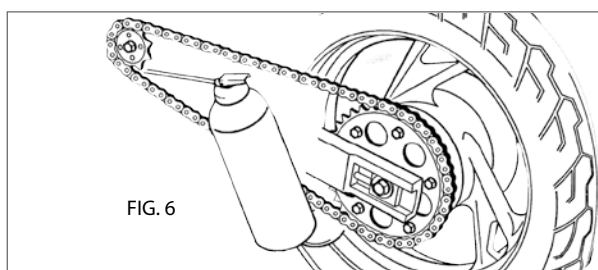
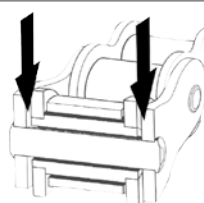

FIG. 6
FIG. 7
3. Dirigere il getto di lubrificante all'interno della catena, tra le piastre interne e le piastre esterne (fig. 7), nel punto immediatamente precedente a quello d'ingranamento sul pignone (fig. 6); per effetto della forza centrifuga il lubrificante, reso fluido dai solventi contenuti nello spray, si espanderà nell'area di lavoro tra perno e bussola assicurandone la perfetta lubrificazione.
3. Spray the lubricant inside the chain between the inner and the outer plates (fig. 7), just before the front sprocket (fig. 6); the centrifugal force introduces the lubricant into the pin/bushing area, assuring complete lubrication.